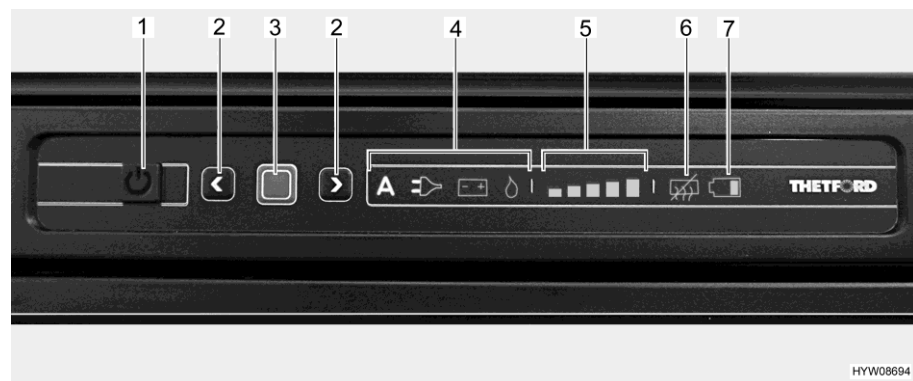

Bild 197 Lysdiodsreglage (kylskåp Thetford)
- Tryck på på/av-knappen (Bild 197,1) i en sekund. Knappen tänds med grönt ljus. Efter ca 10 sekunder dimmas indikeringen automatiskt för att spara ström.
- Tryck på bekräftelseknappen (Bild 197,3). Det sist valda driftläget visas.
- Tryck ned bekräftelseknappen (Bild 197,3) i cirka 2 sekunder. Symbolen för driftläget blinkar.
- Manuellt energival: Med pilknapparna (Bild 197,2) väljer du önskad energikälla.
- Automatiskt energival (endast för utförande med automatiskt energival): Välj driftläget "A" med hjälp av pilknapparna (Bild 197,2).
- Bekräfta valet med bekräftelseknappen (Bild 197,3).
- Tryck ned bekräftelseknappen (Bild 197,3) i cirka 2 sekunder. Symbolen för driftläge blinkar.
- Tryck på bekräftelseknappen (Bild 197,3) igen. Kylnivåindikatorn (Bild 197,5) blinkar.
- Ändra inställningen genom att trycka på pilknapparna (Bild 197,2) tills önskad inställning visas.
- Tryck på på/av-knappen (Bild 197,1) i cirka 2 sekunder. Alla lampor släcks. Kylskåpet är avstängt.
När kylskåpet sätts på väljs automatiskt den sist valda termostatinställningen. Denna inställning kan ändras manuellt med pilknapparna (Bild 197,2). Det tar alltid några timmar innan man har en normal drifttemperatur i kylskåpet. Vid omkopplingen till ett annat driftläge, bibehålls termostatinställningen.